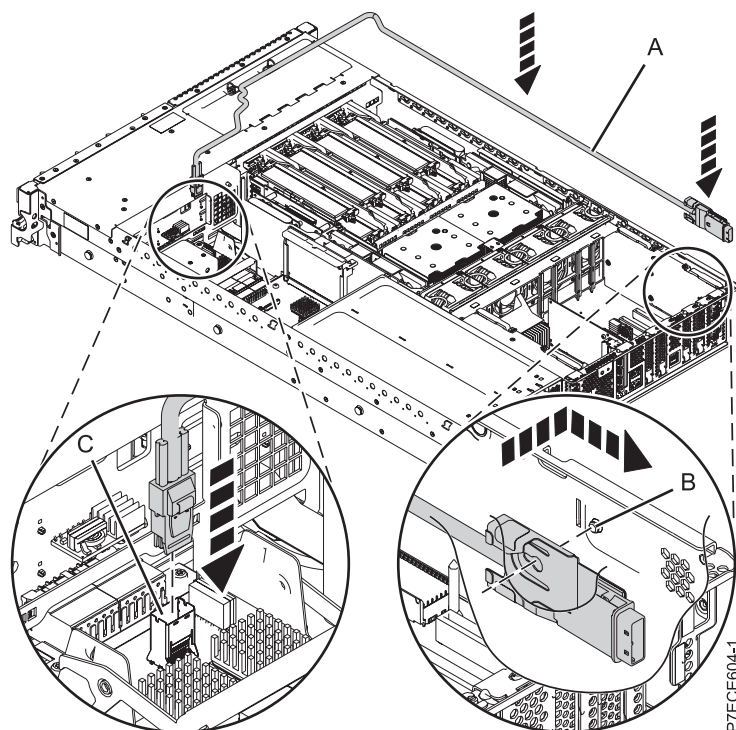

Figura 24. Instalación del cable SAS
10. Conecte el mini conector SAS del cable SAS al puerto de conexión SAS interno (C) de la tarjeta intermediaria de almacenamiento hasta que encaje en su sitio. Consulte Figura 24.
11. Pase el cable (A) por delante del receptáculo elevador de memoria y a lo largo del canal de la pared lateral hasta que el conector de puerto SAS esté cerca de la apertura de la parte posterior del chasis.
12. Alinee y guíe la ranura de la abrazadera del conector de puerto SAS (B) por encima de la patilla de guía del chasis. A continuación, deslice el conector de puerto SAS en el orificio de la parte posterior del chasis hasta que la pestaña de la abrazadera encaje en su sitio.